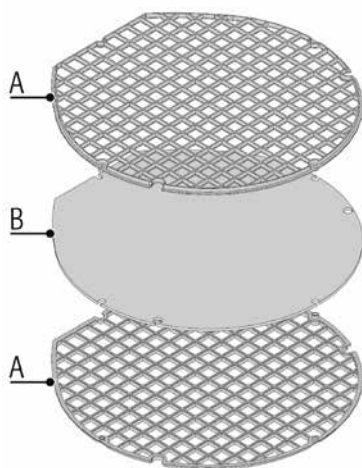

Рис. 6.b
**⚠ Внимание:** запрещается включать увлажнитель без воздушного фильтра! Воздушный фильтр состоит из трех частей, поэтому при сборке поместите фильтрующий материал B между двумя пластиковыми решетками A (см. Рис. 6.b).